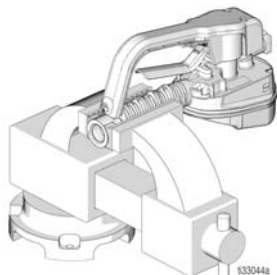

FIG. 1
1. Fixe a válvula de distribuição calibrada em um torno (FIG. 1).